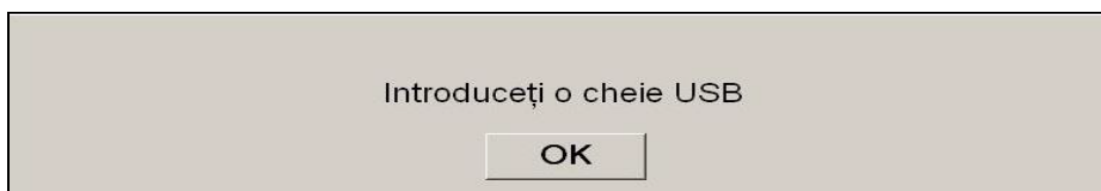

Figura 38
O apăsare a butonului (**Export**) trimite toate datele salvate în memoria monitorului, într-un stick USB. Pentru a exporta date trebuie să conectați un stick USB într-un port USB numit "Export de date". Dacă monitorul nu detectează niciun stick USB (acesta nu este conectat sau conexiunea este proastă), un mesaj va apare pentru a informa utilizatorul (figura 38). După ce s-a conectat bine stick-ul USB, apăsați butonul (OK) și butonul (Export) din nou pentru a începe exportul de date.